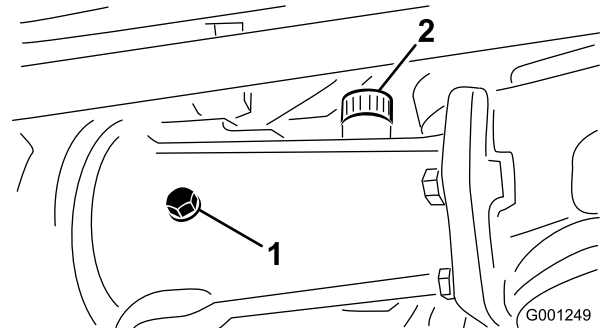
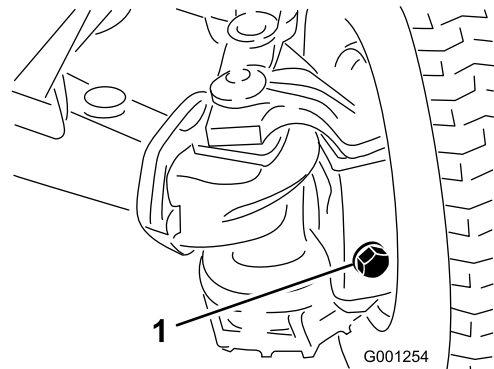

Figura 59
Figura 60
2. Retire el tapón de verificación de la carcasa del eje central y del eje, y los tapones de llenado/verificación de cada caja de eje exterior (Figura 59 y Figura 60).
3. Compruebe que el lubricante llega a las roscas de la parte inferior del orificio de cada tapón (Figura 59 y Figura 60).
- A. Para llenar la carcasa del eje central, retire el tapón de llenado (Figura 59).
- B. Añada lubricante del tipo especificado al depósito del eje trasero hasta que el lubricante llegue al borde inferior de los orificios de los tapones de verificación (Figura 59 y Figura 60).
- C. Si se retiró el tapón de llenado de la carcasa del eje central, aplique sellador de roscas PTFE a las roscas del tapón de llenado e instálelo en la carcasa (Figura 59).
5. Aplique sellador de roscas PTFE a las roscas del tapón de verificación de la carcasa del eje central y los tapones llenado/verificación de las 2 cajas de eje laterales (Figura 59).
6. Instale el tapón de verificación en la carcasa del eje central y los tapones de llenado/verificación en las 2 cajas de eje exteriores (Figura 59 y Figura 60).
1. Tapón de vaciado (3)
8. Aplique sellador de roscas PTFE a las roscas del tapón de verificación de la carcasa del eje central y los tapones de llenado/verificación de las 2 cajas de eje laterales; consulte Figura 59 y Figura 60 de Comprobación del lubricante del eje trasero \(página 55\).
9. Instale el tapón de verificación en la carcasa del eje central y los tapones de llenado/verificación en las 2 cajas de eje exteriores; consulte Figura 59 y Figura 60 en Comprobación del lubricante del eje trasero \(página 55\).